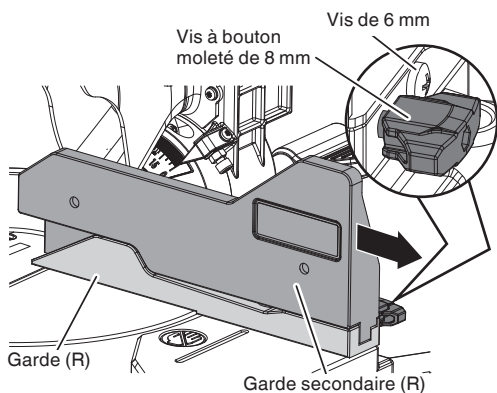

Fig. 12-a
5. Vérification pour l'utilisation de la garde secondaire (R) (Fig. 12-a)